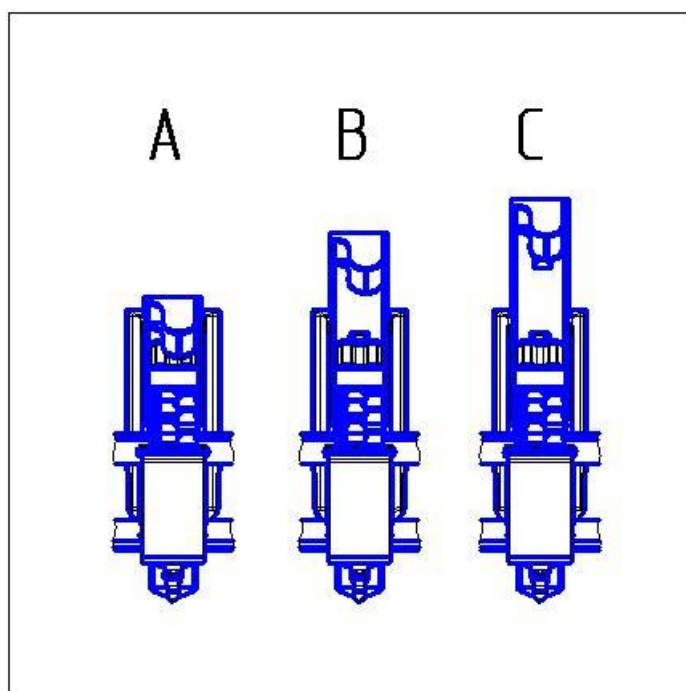

Рис. 48
На рисунке (Рис. 48) показаны примеры для создания технологической колеи с
Вторая возможность создания технологической колеи с ритмом 4, 6 и 8 заключается в том, чтобы начинать с полной ширины захвата и создания одной технологической колеи (см. Рис. 48а).
На рисунке (Рис.48) показаны примеры для создания технологической колеи с ритмом создания технологических колеи 2 плюс и 6 плюс.
При закладке технологической колеи с переключением 2 и 6 плюс (Рис. 48б), технологическая колея закладывается во время движения по полю вперед и назад на агрегатах с:
6.2.2. Установите заслонку (Рис. 48) на табличное значение (смотрите Рис.18).